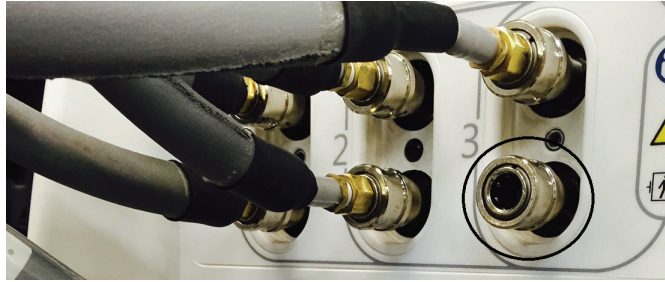

图14-29: 断开的软管
- 从右下端口断开底部软管 (第14-42页, 图14-29)。